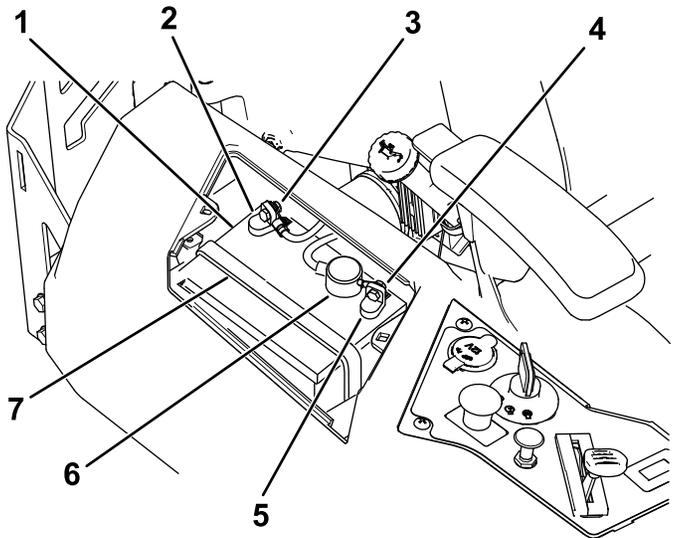

Bild 57
4. Klemmen Sie das Minuskabel (schwarz) vom Batteriepol ab (Bild 57).
6. Klemmen Sie das Pluskabel (Rot) vom Batteriepol ab (Bild 57).
7. Nehmen Sie die Batterieklemme ab (Bild 57) und heben Sie die Batterie aus dem Batteriefach heraus.
1. Setzen Sie die Batterie in das Fach (Bild 57).
5. Befestigen Sie die Batterie mit der Befestigung (Bild 57).